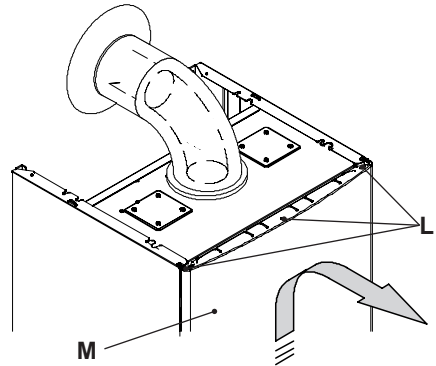

Рисунок 5.24
- Снимите переднюю панель котла, в соответствии с указаниями. Выньте винты **L**. Снимите переднюю панель **M**, подтолкнув ее вверх, чтобы высвободить из нижних крючков Рисунок 5.24.